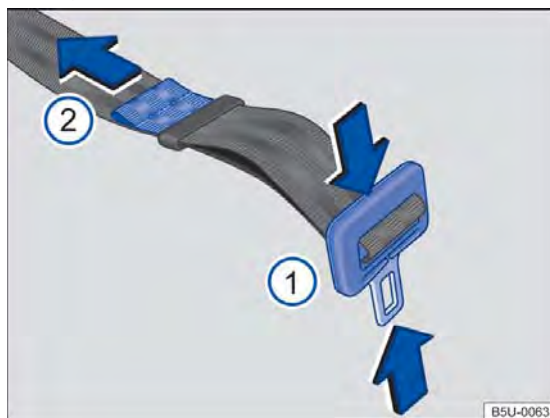

Fig. 53 Ajustar o cadarço do cinto de segurança subabdominal.
- Pressionar a lingueta na direção das setas → Fig. 53 ① e alongar totalmente o cinto de segurança.
- Apertar a lingueta contra o fecho do cinto de segurança e puxar a extremidade → Fig. 53 ② no sentido da seta, até atingir uma folga máxima de 5 cm (3 dedos) na região pélvica.